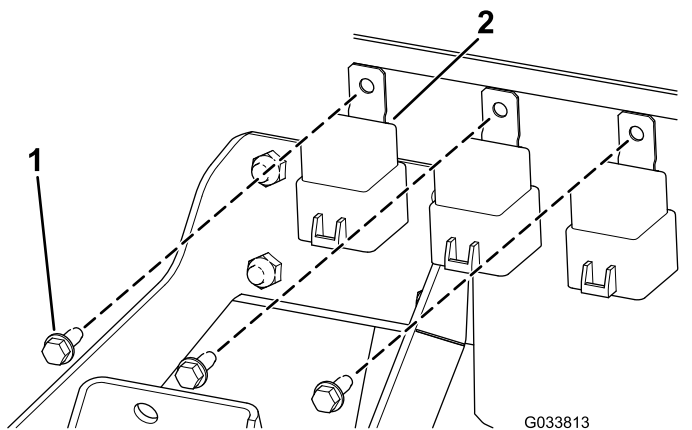

Figura 7
1. Montate i 3 relè sul telaio del pannello di controllo con 3 viti a testa esagonale ($\frac{1}{4}$ " x $\frac{5}{8}$ ") come illustrato nella Figura 7.